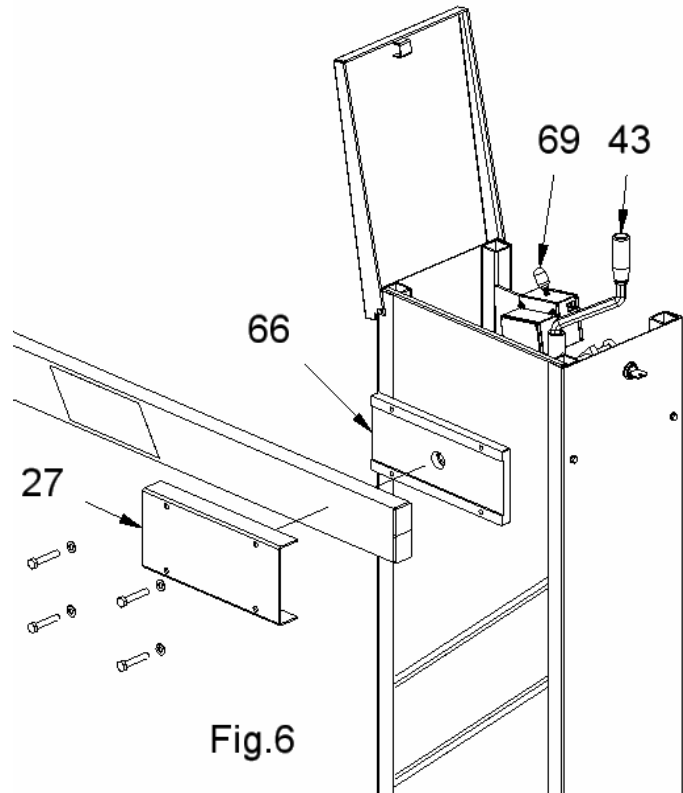

Fig.6
3) **I** Azionare manualmente la vite (pos.60 vedi cap.10 esploso componenti) con la maniglia (pos.43), finché la ganaschia porta asta (pos.66) è orizzontale. Bloccare l'asta sulla ganaschia (pos.66) con il copri ganaschia (pos.27) e le 4 viti M8 (fig.6).
- (GB) Manually operate the screw (pos.60 see chap.10 exploded component) with the handle (pos.43), until the jaw (pos.66) is horizontal.
Stop the arm on the jaw (pos.66) with the jam (pos.27) and the 4 screws M8 (fig.6).
- (F) Actionner manuellement les vies (pos.60 voir chap.10 explosé composantes) avec la poignée (pos.43), tant que l'étai porte-lisse (pos.66) est horizontal. Bloquer la lisse sur l'étai (pos.66) avec l'étai (pos.27) et les 4 vis M8 (fig.6).
Smontare la ganascia porta asta (pos.66 fig.6) fissata all'albero di manovra e riposizionarla sul lato opposto dell'albero di manovra previo smontaggio del tappo in plastica di colore nero che andrà a chiudere il foro lasciato libero sul lato opposto. Attenzione il serraggio della vite a brugola che fissa la ganascia all'albero di manovra deve rispettare i valori riportati sulla targa adesiva presente sulla ganascia (vedi fig. 8).
To get off the jaw of the arm (pos.66 fig.6) fixed to the tree of manoeuvre and put it again on the opposite side of the tree of manoeuvre previous uninstall the black plastic cork that it will close the hole left on the opposite side free. Warning: the shutting of the socket cap screw that fixes the jaw to the tree of manoeuvre has to respect the values brought on the present adhesive plate on the jaw (you see fig. 8).
L'éventuelle transformation doit être effectuée par personnel qualifié : Démonter l'etau porte-lisse (pos.66 fig.6) fixée à l'arbre de manoeuvre et la remettre sur le côté opposé de l'arbre de manoeuvre en ayant démonté en avant le bouchon en plastique de couleur noire qui ira fermer le trou laissé libre sur le côté opposé. Attention : le serrage des vis à brugola qui fixe l'etau à l'arbre de manoeuvre doit respecter les valeurs rapportées sur la plaque adhésive présent sur l'etau (voir fig. 8).